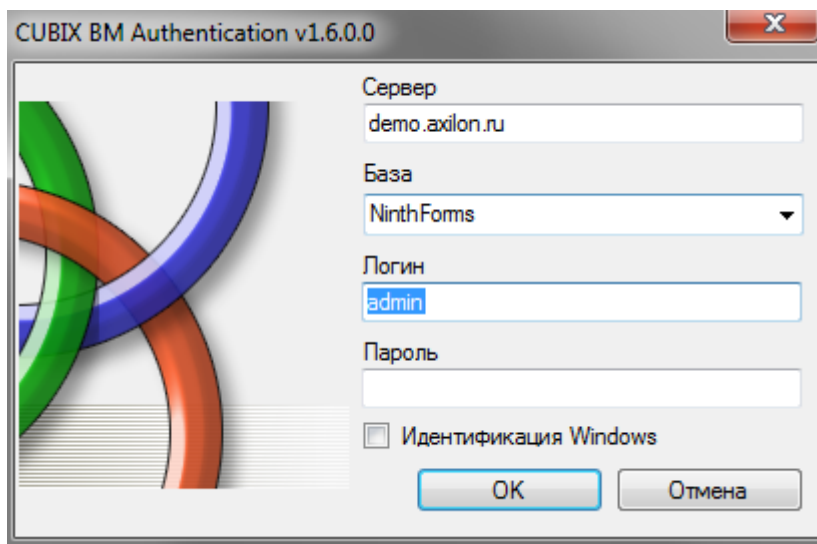

Рисунок 1. Авторизация.
При запуске программы появляется диалоговое окно с приглашением авторизации пользователя (рисунок 1).
- Смена пользователя – открывает диалоговое окно с приглашением авторизации пользователя (рисунок 1)